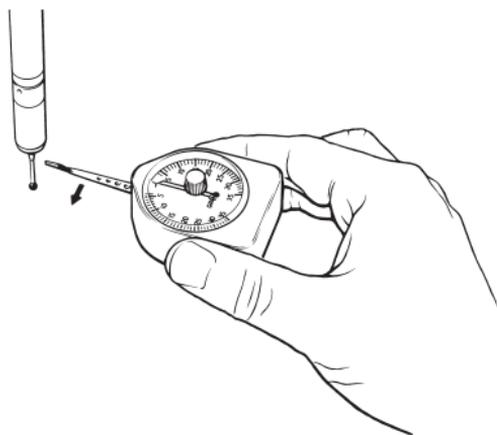

Figura 10 – Medição da força de toque
- Desloque o calibrador para os lados lentamente por forma de que o ponto plano na extremidade da alavanca toque na esfera de apalpação do apalpador (certificando-se de que o apalpador é flexionado na direção da força de contato baixa). Muito lentamente, continue a deslocar o calibrador até o apalpador disparar, ao ponto em que deve parar de imediato, retire o calibrador e verifique a força máxima indicada (consulte a Figura 10).